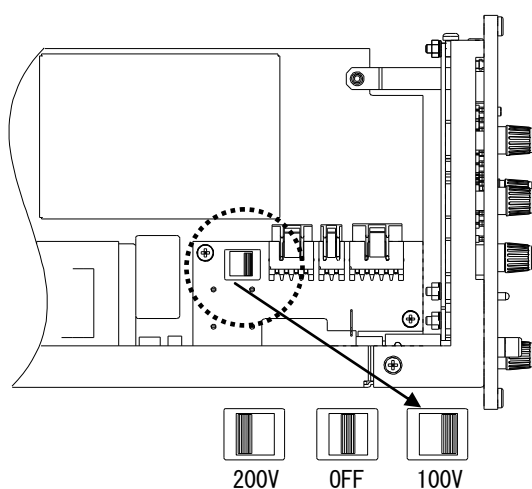

図7-7
3. AC電源電圧セレクトスイッチが図7-7の位置にあります。スイッチはAC200V/ OFF/ AC100Vの選択が可能です。ご使用のAC電源にセレクトスイッチをスライドさせ、切替えてください。AC電源ヒューズはAC100V/ AC200Vに対応していますので、標準搭載されていますヒューズ(AC100V/ AC200V電源両用、125mA:0334-3007)をそのままお使いください。